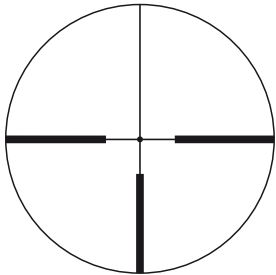

Fig. 3-1
(1) Mise au point
- ① Regardez dans l'oculaire, l'œil placé à 10 cm environ (4 pouces) de la lentille oculaire, pour voir le réticule illuminé n°4 avec point (Fig. 3-1). Assurez-vous que votre œil est correctement aligné et positionné à la bonne distance, afin d'éviter que votre vue soit "bouchée".
- ② Pointez l'objectif de la lunette vers le ciel (mais PAS en direction du soleil) ou vers un mur de couleur unie.
- ③ Faites tourner la molette de réglage du viseur dans le sens inverse des aiguilles d'une montre puis dans le sens des aiguilles d'une montre, jusqu'à ce que le réticule apparaisse net.